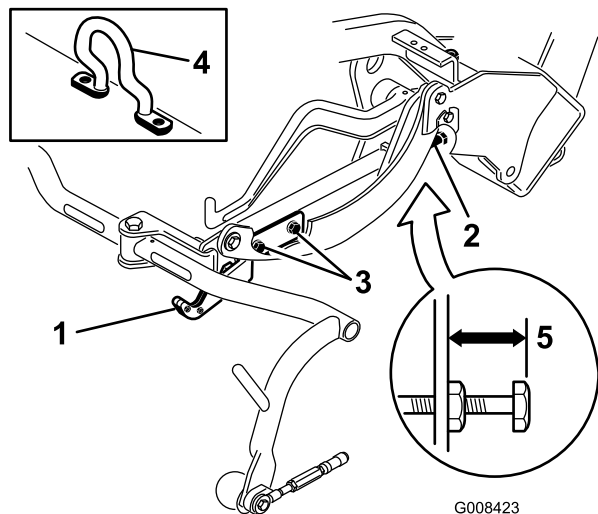
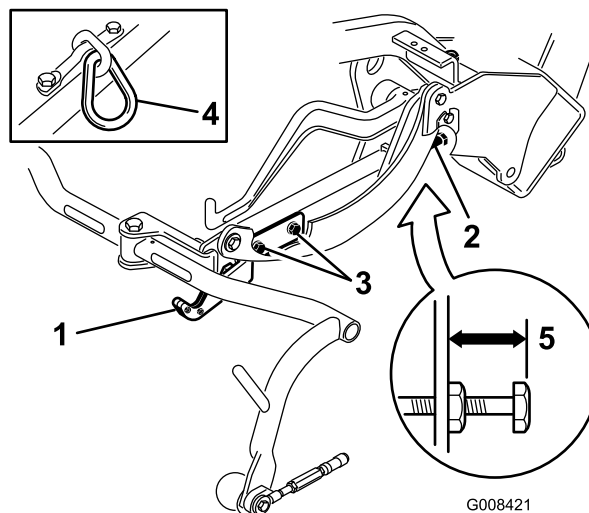
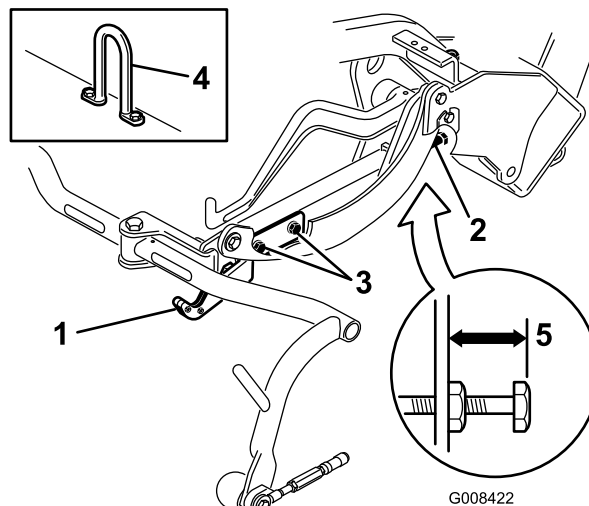

図 12
図 13
図 14
移動走行時の高さを調べ（図 13と図 14）、必要に応じて調整する。
2. オフセット吊り下げフック（図 12、挿入図）のついているカッティングユニットでは、キャリアフレーム調整ねじの上端からキャリアフレームの背面までの距離が 25 mm になっていることを確認する。距離が 25 mm でない場合には手順 4 へ進む。
3. チェーンリンクまたはストレート吊り下げフック（図 13と図 14、挿入図）のついているカッティングユニットでは、キャリアフレーム調整ねじの上端からキャリアフレームの背面までの距離が 22 mm になっていることを確認する。距離が 22 mm でない場合には手順 4 へ進む。オフセットリフト・リンク（図 12）のついているカッティングユニットの場合は、次のステップに進む。
4. 移動走行プレート取り付けねじをゆるめる（図 13 と 図 14 と 図 12）。
7. キャリアフレームの高さが同じでない場合には、キャリアフレーム調整ねじについているジャムナットをゆるめる（図 12と図 13と図 14）。高くするにはねじを外方向にまわし、低くするには内方向にまわす。調整ができた後ジャムナットを締めて調整を固定する。